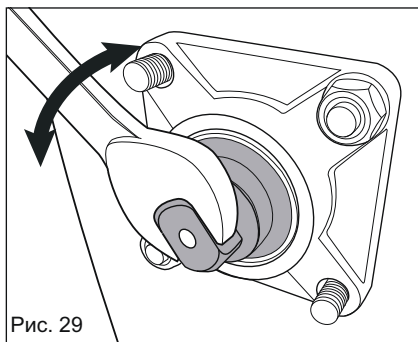

Рис. 29
4. Поверните ось лезвия как требуется гаечным ключом на 17 мм (не входит в поставку) (рис. 29).